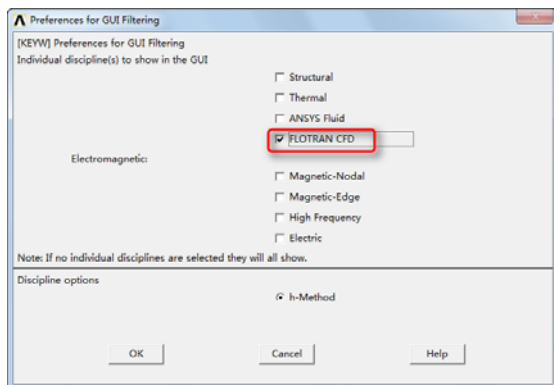

图 7-43 “Preferences for GUI Filtering” 对话框
③设置参数: 依次选择 Main Menu→Preferences, 会出现“Preferences for GUI Filtering”对话框, 选择“FLOTRAN CFD”, 如图 7-43 所示, 单击“OK”按钮关闭该对话框。